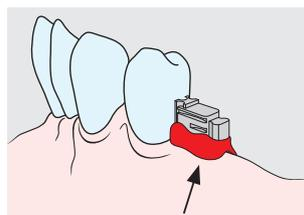

Fig. 3
6. Rellenar los socavados bajo el atache p.ej. con cera blanda (Fig. 3).